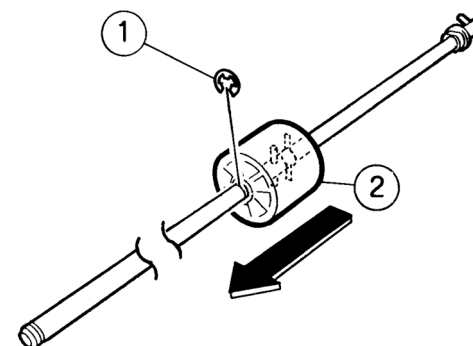

Рисунок 2 Снятие ролика подачи
3. Снимите ролик подачи (Рисунок 2).